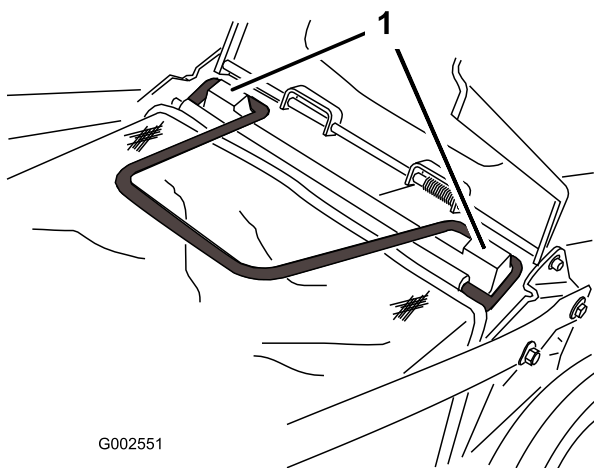

Bild 20
3. Setzen Sie den Fangkorb auf die Korbbefestigungsposten (Bild 20).